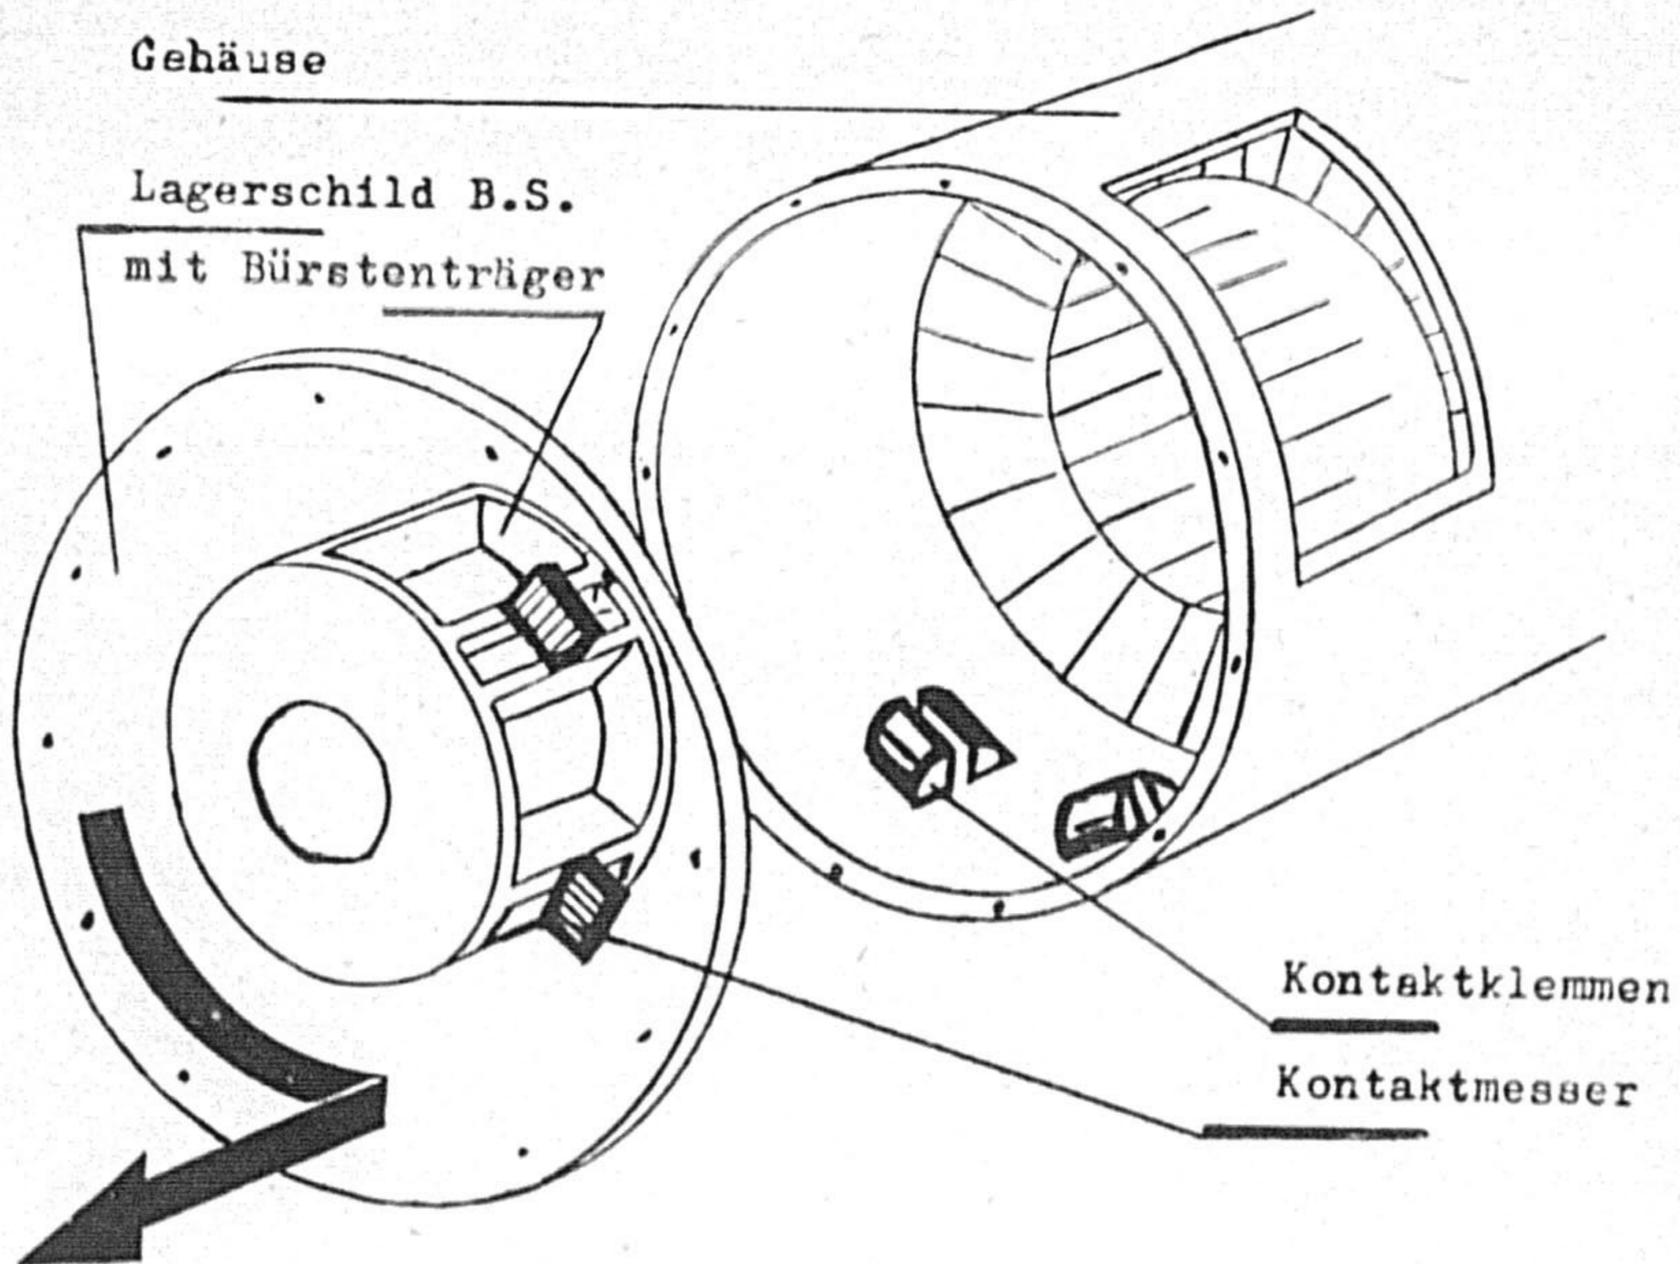

Bild 34 Kontaktklemmen und -messer
**Ausbau:** Löse die Sicherung an der Druckschraube und lockere die Druckschraube um etwa zwei Umdrehungen. Hebe den Raststift an, setze die Ratsche auf den Vierkantkopf des Ritzels am Bürstenträgerring und drehe den Bürstenträgerring um etwa zwei Bürstenteilungen, so daß die beiden Kontaktmesser freiliegend erkennbar sind, Bild 34.